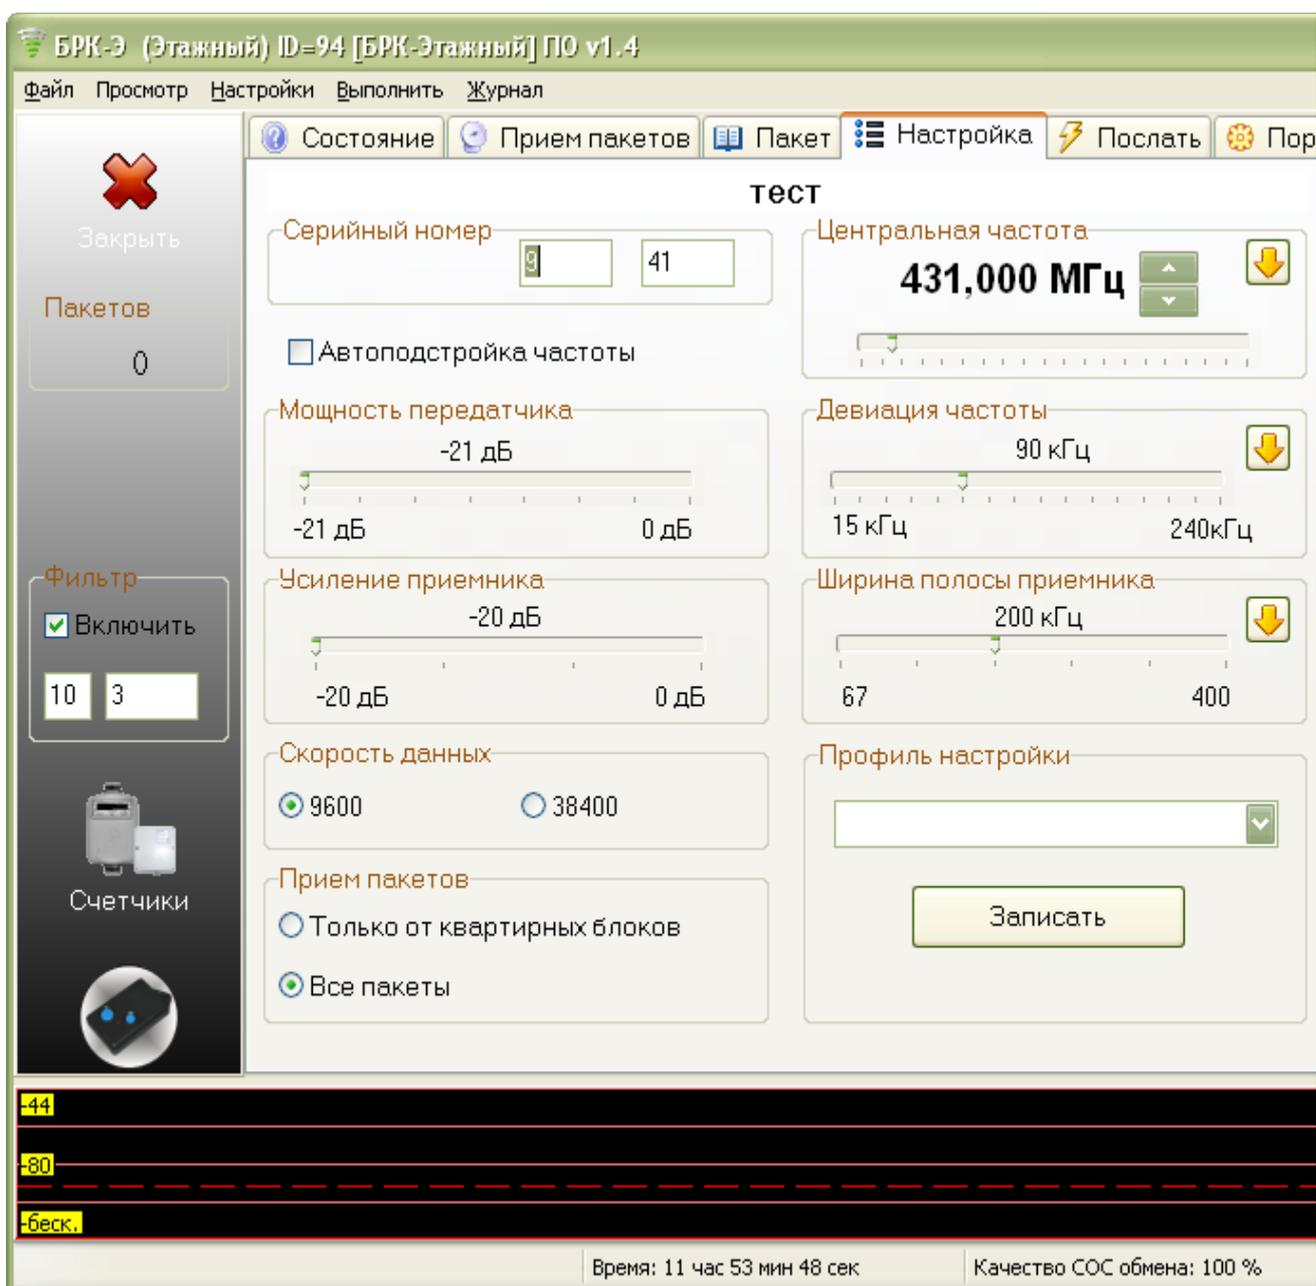

Рисунок 10 - Настройка радиоканала
- 1) Выбрать вкладку «Настройка» (рисунок 10) и установить требуемые значения параметров радиоинтерфейса БПК-Э: